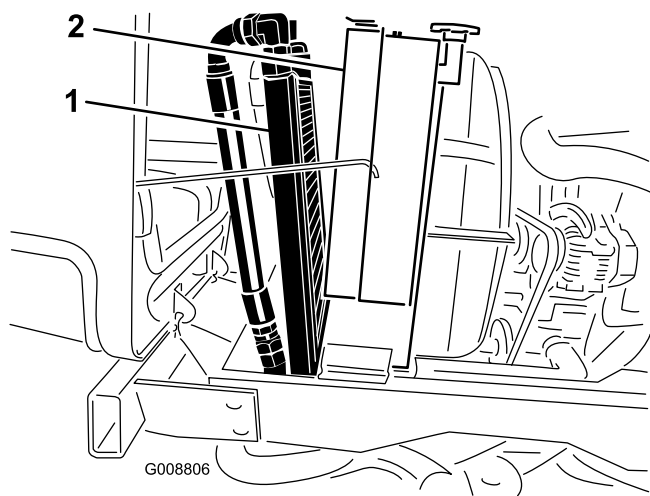

Figura 63
3. Girate indietro il radiatore dell'olio. Pulite accuratamente entrambi i lati dell'area del refrigeratore dell'olio e del radiatore utilizzando aria compressa (Figura 63). Iniziate dal lato anteriore ed eliminate i detriti spingendoli verso la parte posteriore. Successivamente eseguite la pulizia partendo dalla parte posteriore e soffiando l'aria verso la parte anteriore. Ripetete la procedura più volte fino a rimuovere completamente sporcizia e detriti